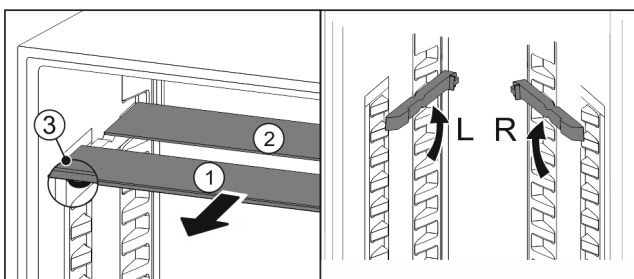

Fig. 77
- Vytiahnite sklené dosky jednotlivu dopredu Fig. 77 (1).
- ▷ Sklená doska Fig. 77 (1) s ozdobnou lištou leží vpredu.
- ▷ Zarážky Fig. 77 (3) ukazujú nadol.